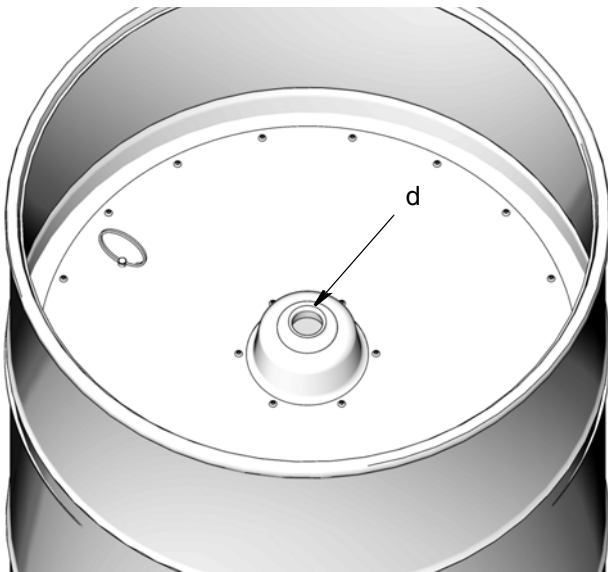

FIG. 8
6. Poser la plaque d'appui sur de la graisse fraîche (FIG. 8). Enlever l'air en appuyant sur la plaque d'appui jusqu'à ce que le niveau de graisse arrive au niveau de l'ouverture au milieu de la plaque d'appui (d).